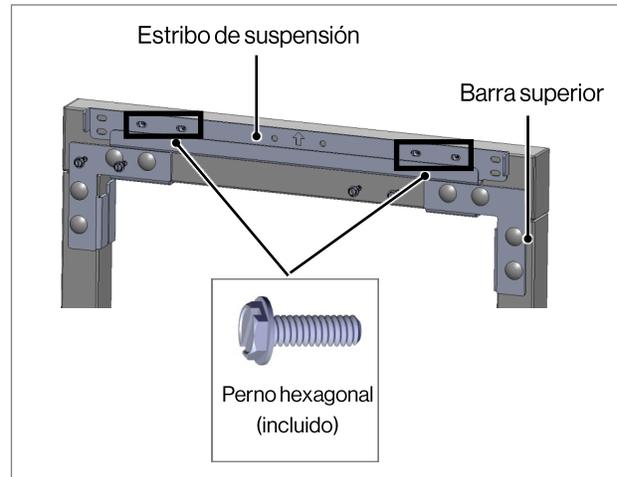

Fig. 10
Con cuatro (4) pernos hexagonales (incluidos), fije el estribo de suspensión (que viene incluido con la caldera) a los orificios pasantes en los lados izquierdo y derecho de la barra superior (Fig. 10).